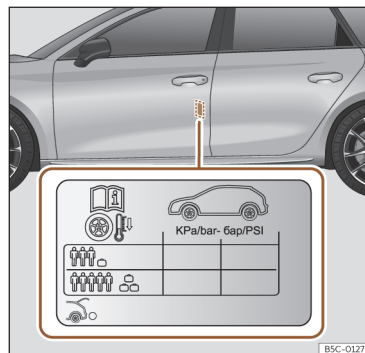

**Fig. 237** Localização do autocolante da pressão de ar dos pneus.
- Adapte a pressão dos pneus à carga transportada pelo veículo >>> **Fig. 237.**
Os valores da pressão de enchimento indicam-se na etiqueta autocolante situada na zona posterior da moldura da porta dianteira esquerda >>> **Fig. 237.**
A pressão dos pneus tem de ser ajustada à carga momentânea do veículo. Se pretender utilizar o veículo com a carga máxima, terá de aumentar a pressão dos pneus para o valor máximo indicado na etiqueta >>> **Fig. 237.**
No caso de uma roda de emergência mais estreita (125/70 R16 ou 125/70 R18), encher a 4,2 bar de pressão segundo indicado na etiqueta de pressão dos pneus >>> **Fig. 237.**
- O condutor é responsável por garantir que todos os pneus do veículo estejam cheios com a pressão correta. A pressão de ar recomendada é indicada num autocolante >>> **Fig. 237.**
- Com os pneus a frio, deverá manter-se sempre a pressão indicada no autocolante >>> Fig. 237.